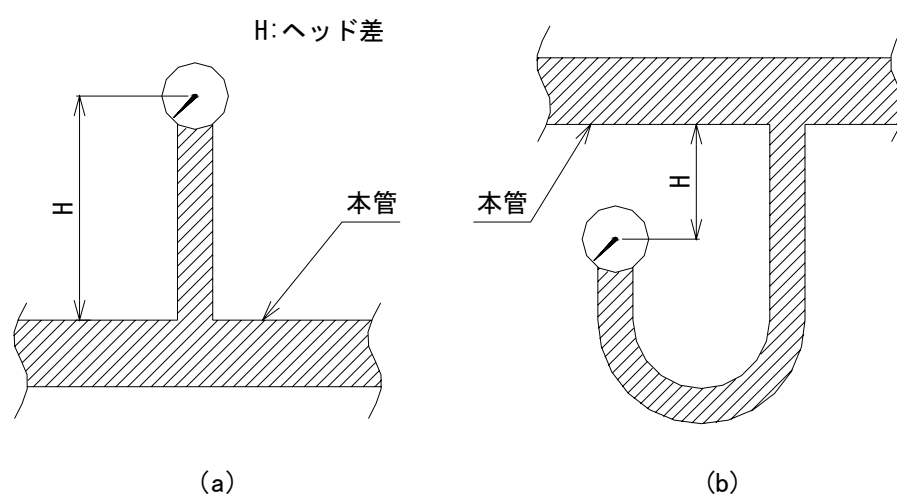

図 5-1 圧力計の取付け位置
- 例として、水压を測定する場合に、圧力レンジ0~0.1MPaの圧力計を取出口より1m高い場所に取り付いた場合、示度は実際の圧力よりも水柱1mつまり約0.01MPa指示がマイナスした値を示し、この誤差は10%F.S.にも相当します。(図5-1(a))
(図5-1(b))